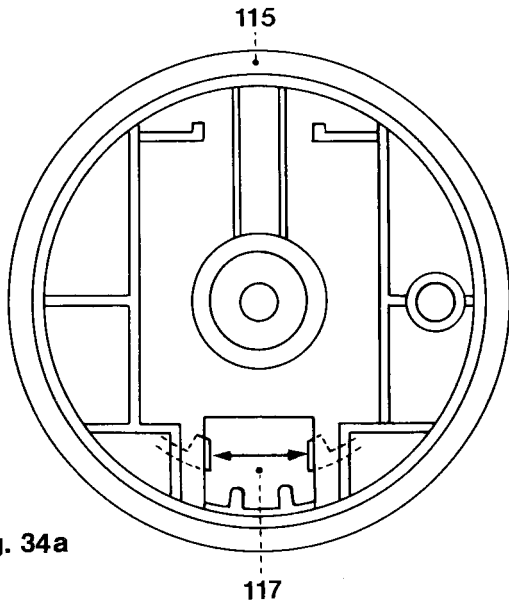

Fig. 34a
- Das Handrad 115 und die Kupplungsscheibe 116 drehen, bis das in etwa quadratische Loch und der ausschnitt 117 unten stehen (Abb. 34a).
- Turn balance wheel 115 and clutch disc 116 until the square openings 117 are positioned at the bottom (Fig. 34a).
- Tourner le volant 115 et le disque 116 jusqu'à ce que les trous approximativement carrés 117 se trouvent en bas (fig. 34a).